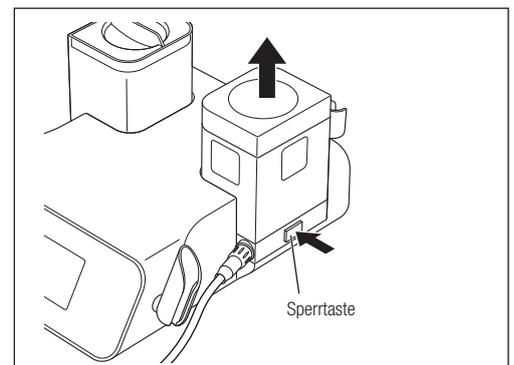

Abb. 42
- 3) Betätigen Sie die Sperrtaste an der Pulverkammer und ziehen Sie dann die Pulverkammer nach oben ab (Abb. 42).